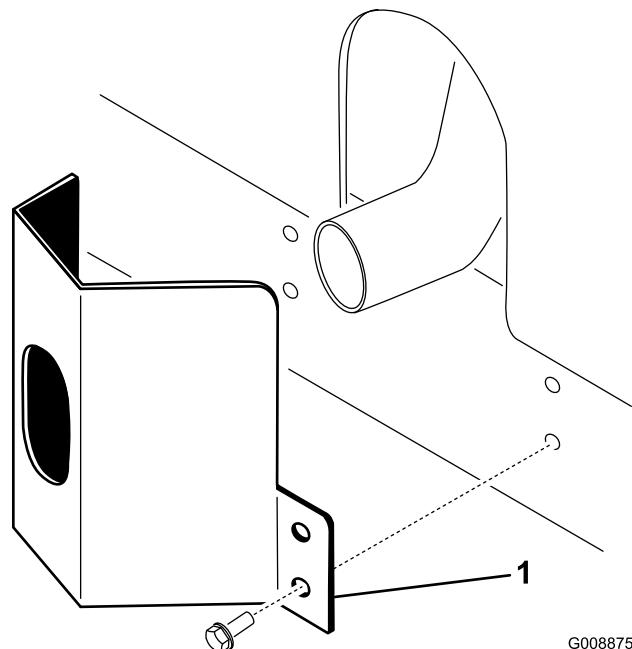

図 8
1. フレームについている取り付け穴に合わせてマフラー部にガードを取り付ける(図 8)。
2. タップ・ネジ4本で固定する(図 8)。